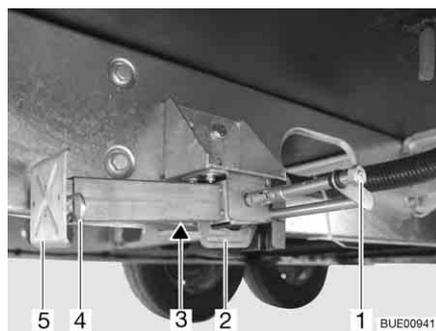

Fig. 20 Apoyo de elevación
- Colocar la llave de vaso en el hexágono (Fig. 20,1) y girarla hasta que el apoyo de elevación quede verticalmente hacia abajo.
- En caso de que la longitud del apoyo de elevación sea ajustable, extraer la clavija hendida (Fig. 20,4) de la prolongación del pie de apoyo (Fig. 20,5).
- Colocar la llave de vaso en el hexágono (Fig. 20,1) y girarla hasta que el apoyo de elevación esté de nuevo libre del suelo.
- Introducir totalmente la prolongación del pie de apoyo (Fig. 20,5) e introducir la clavija hendida (Fig. 20,4) en el orificio previsto para ello que hay en la prolongación del pie de apoyo.
- Girar el hexágono (Fig. 20,1) hasta que el apoyo de elevación se haya girado hacia arriba y la guía (Fig. 20,2) tenga contacto con el extremo de la ranura (Fig. 20,3).